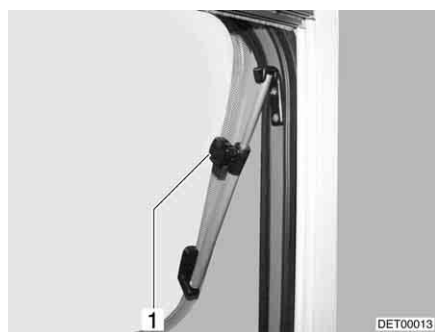

Fig. 59 Fenêtre projetante avec bras pivotant
- Ouvrir la fenêtre projetante jusqu'à la position voulue et la bloquer avec la molette (Fig. 59,1).
- Tourner la molette (Fig. 59,1) jusqu'à ce que le dispositif de blocage soit libéré.